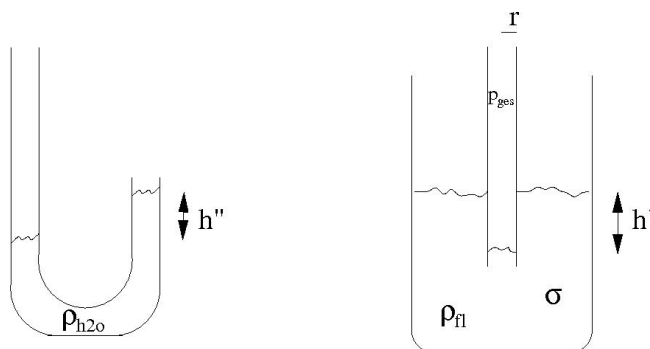

Abbildung 3: Gegendruckmethode
- (c) **Kompensation des Kapillardrucks mittels eines Gegendruckes:** Schließen Sie anschließend das Belüftungsventil und drücken Sie die Flüssigkeitssäule in der Kapillare ein paar Millimeter unter das Flüssigkeitsniveau des Becherglases (wie in Abb. 3 gezeigt). Den Druckanstieg in dem Röhrensystem bewirken Sie mit der Hebevorrichtung und dem Wasserglas. Für die spätere Bestimmung von h'' nutzen Sie die Skala hinter dem U-Rohr-Manometer, indem Sie an dieser möglichst parallaxenfrei die Höhen h_{links} und h_{rechts} ablesen. Nutzen Sie für den Höhenunterschied h' bei der Testflüssigkeit wie zuvor das Kathetometer.